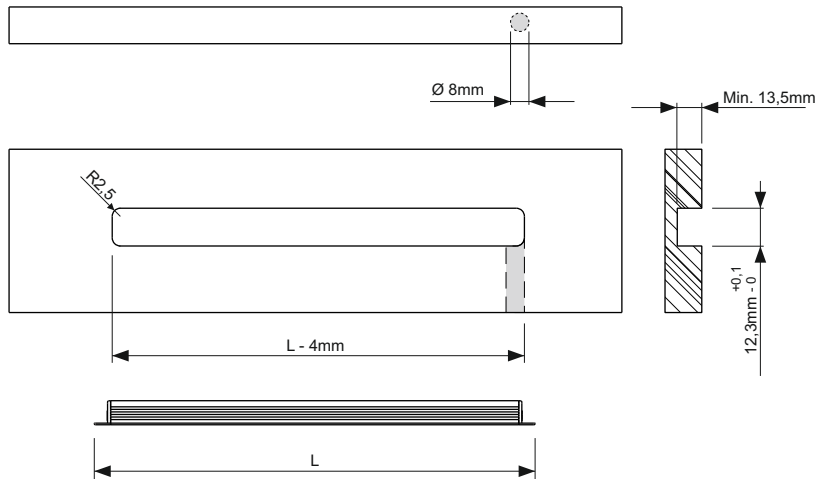
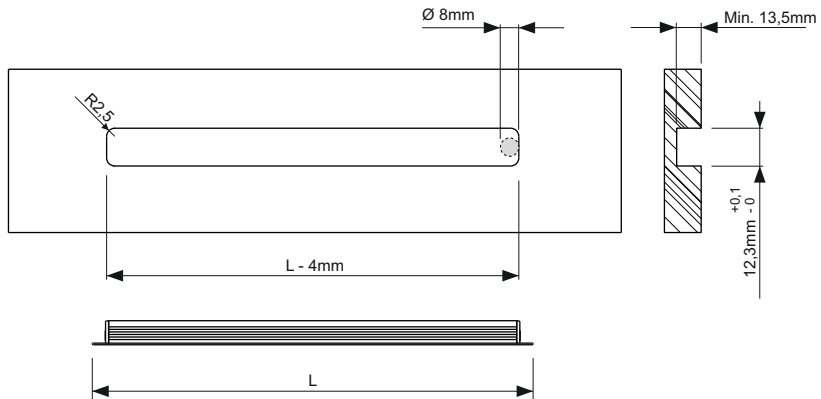

Fig.1
Fig.2
- **MISS** se puede instalar con el cable de alimentación en posición axial (fig. 1) o radial (fig. 2) con respecto a la superficie de montaje.
- Para la instalación de **MIS IR**, efectuar el orificio pasante respetando las cotas indicadas en la fig. 1.